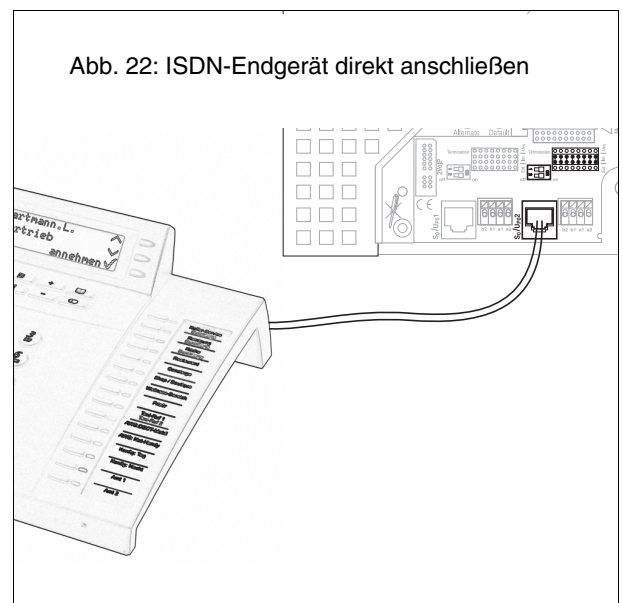

Abb. 22: ISDN-Endgerät direkt anschließen
1. Einzelnes Endgerät: Schließen Sie das Endgerät wie in Abb. 22 an einem internen S0-Port an.